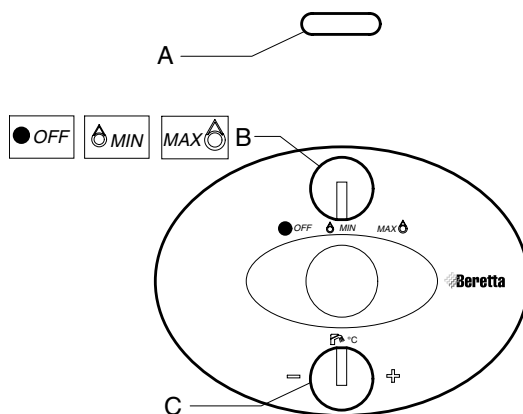

fig. 10
- Girar el mando B (fig. 10) a la posición de encendido (llama grande - MAX)
- Girar o botão B (fig. 10) para posição chama grande (MAX)
USO DEL ECONOMIZADOR DE GAS (fig. 10)
USO DO ECONOMIZADOR DE GÁS (fig. 10)